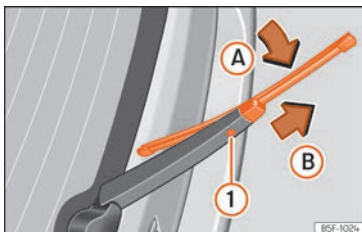

Fig. 86 Cambio de la escobilla de la luneta trasera.
- Rote la escobilla ligeramente » » » **fig. 86** (flecha **A**).